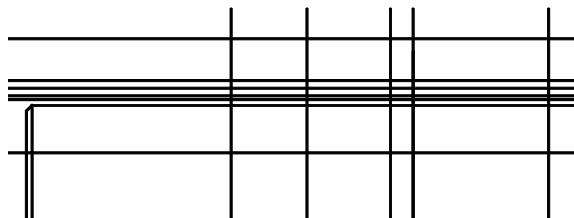

图 11-12 修剪左端倒角处直线
(3) 修剪左端倒角处直线。现在可以将左起第二条垂直线段的多余部分剪切掉。使用修剪命令，结果如图 11-12 所示。